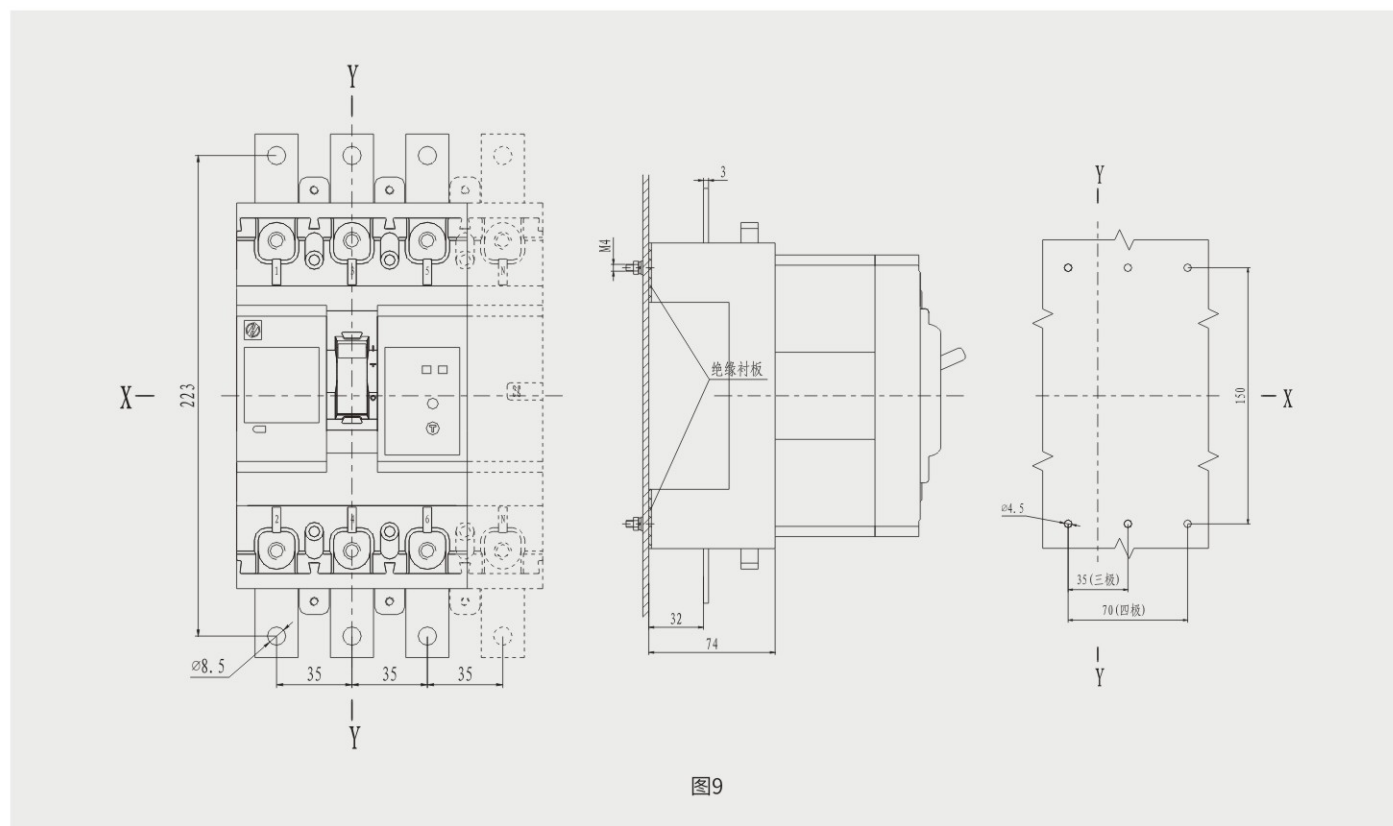

图9
8. HSL6-250 (H、L) 插入式板前接线外形及安装、开孔尺寸 (三极、四级) 见图9